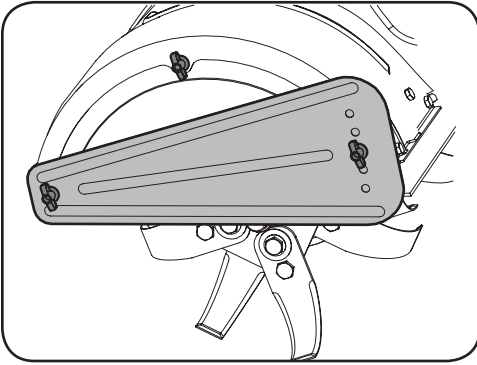

Figura 4-5
- 1. Saque las tres tuercas mariposas de cada lado de la cubierta de los dientes. Vea la Figura 4-5.